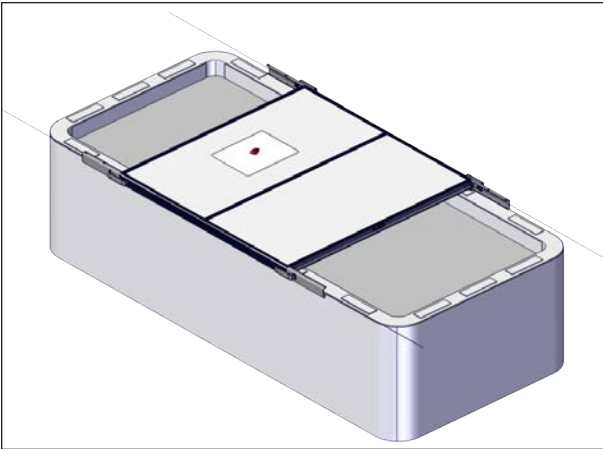

FIGURE 36: INSTALLATION DU COUVERCLE SUR LE SPA
13. Si ce n'est pas déjà fait, positionner délicatement l'assemblage des sections centrales du couvercle sur le spa, au milieu. Aligner le couvercle le mieux possible sur le spa, voir Figure 36.